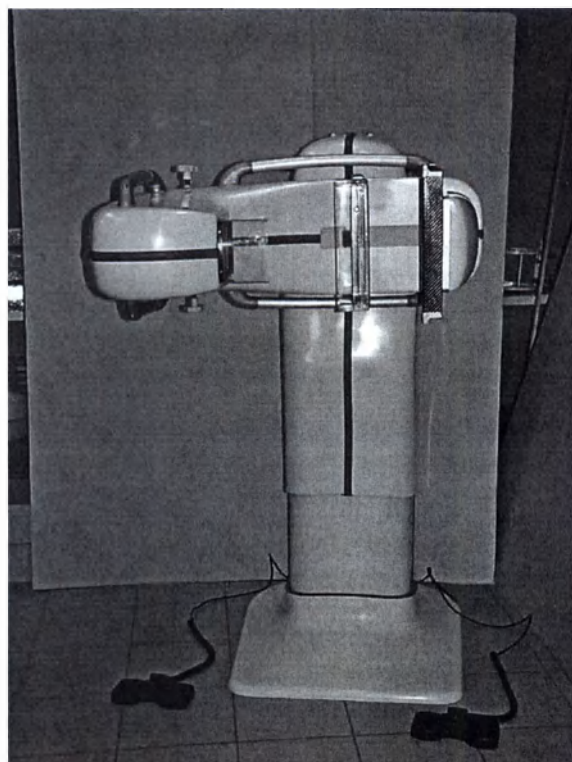
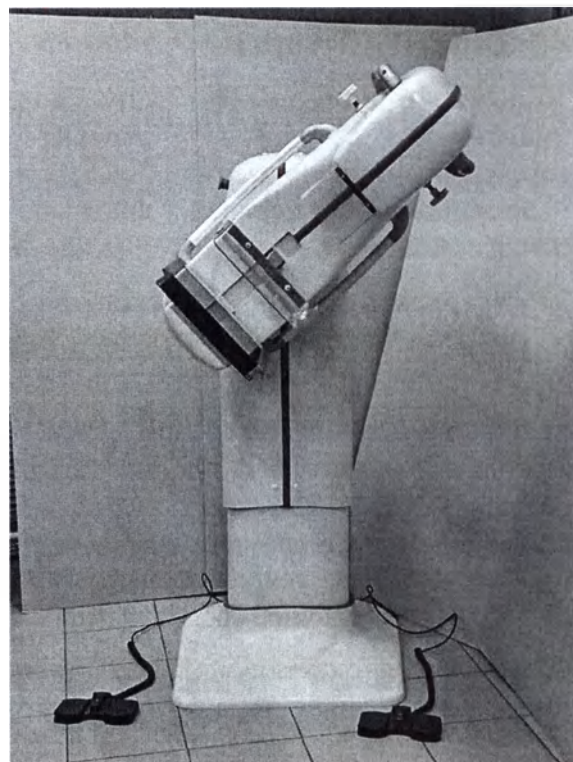

Рисунок 13 – Вид маммографа для съемки в медиолатеральной (medial-lateral) или латеромедиальной (lateral-medial) проекциях
Рисунок 14 – Вид маммографа для съемки в косой боковой (medial-lateral oblique) проекции
**4.4.** Конструкция маммографа позволяет проводить снимки МЖ в различных проекциях. На рис.13 и рис.14 показаны положения съемочного узла маммографа для съемки в медио-латеральной (medial-lateral - ml) или латеро-медиальной (lateral-medial) проекциях и для съемки в боковой косой (medial-lateral oblique - mlo) проекции.
Контроль за лучевыми нагрузками пациентов осуществляется с помощью программного обеспечения, установленном на ПК. В нижней строчке в поле ПУЛ (рис.14) высвечивается дата проведения исследования, время экспозиции (мсек), эффективная доза (мкЗв) и номер снимка.